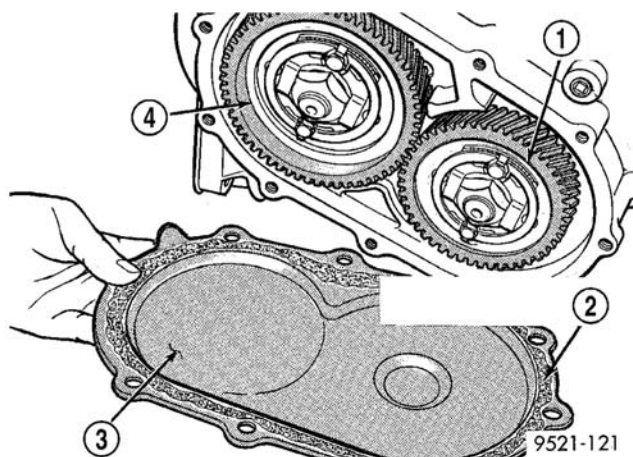

图 266 拆下后盖
- 2-后盖螺栓 (10)
(2) 传输齿轮盖从变速驱动桥上分离(图 266)。修理盖的所有缺陷, 清洁盖和壳体上的旧的粘合密封剂。